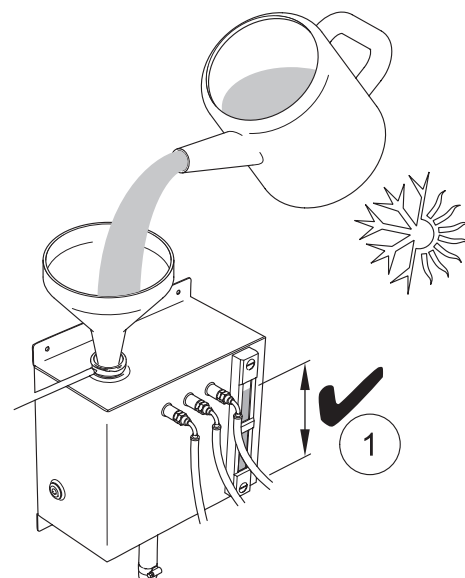

Figura 42
- 9 Rellene con una solución anticongelante al 20 % para el funcionamiento normal (50 % para condiciones extremas) hasta el nivel máximo mostrado en la figura 42 (1).